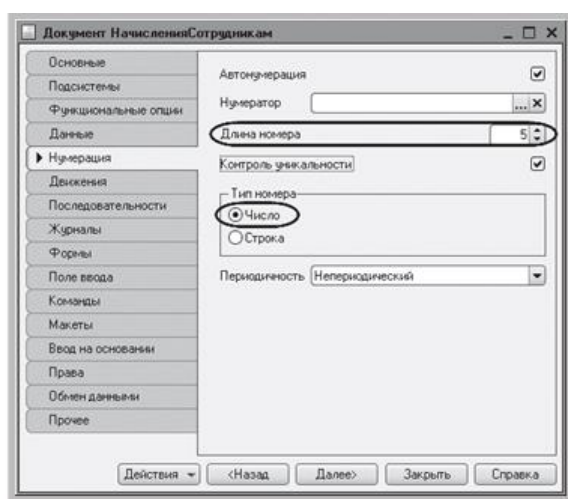

Рисунок 26.4 – Нумерация документа «Начисление сотрудникам»
- Длина номера – 5 (рисунок 26.4).